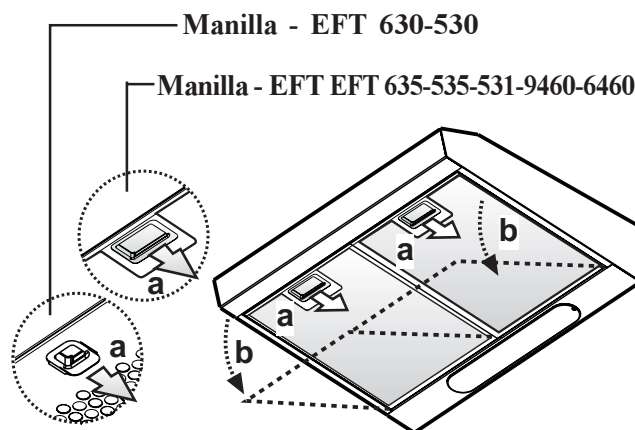

Fig. 4 – Extracción del filtro antigrasa metálico
- Apretar las manillas de bloqueo del filtro antigrasa primero hacia el lado opuesto (a) y, luego, hacia abajo (b). Fig. 4.